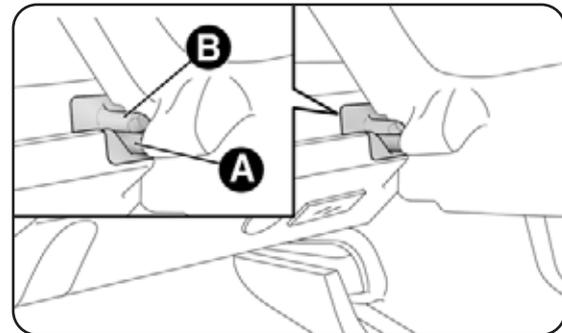

fig. 63
- libertar os pernos A-fig. 63 colocados no exterior da prateleira das respectivas sedes B localizadas nos suportes laterais a seguir remover a chapeleira para o exterior.